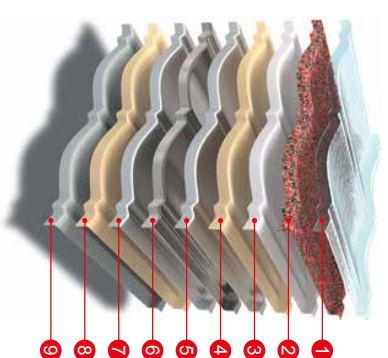

Рисунок 1
3.1.2 Структура панелей композитной черепицы многослойная, с основой из стали толщиной 0,45 мм (0,6 мм и 0,9 мм), покрытой слоем алюминизированного сплава. Дополнительной защитой с нижней стороны материала служат слои эпоксидной грунтовки и полиэстера, с верхней стороны – эпоксидной грунтовки, акриловой смолы, гранулы натурального камня и акриловой пазуры (Рисунок 1).